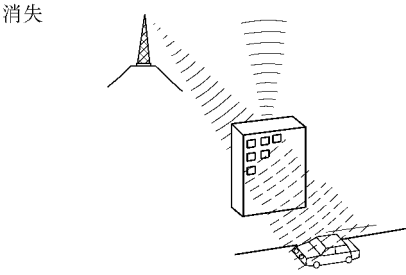

图 18-43 消失
3) 消失：FM 无线电波比 AM 无线电波具有较高的频率，而且它们受到建筑物、山脉和其他障碍物的反射。其结果是若汽车进到建筑物或其他障碍物的后面，则 FM 信号似乎是逐渐地消失或衰减，这被称为消失现象，如图 18-43 所示。